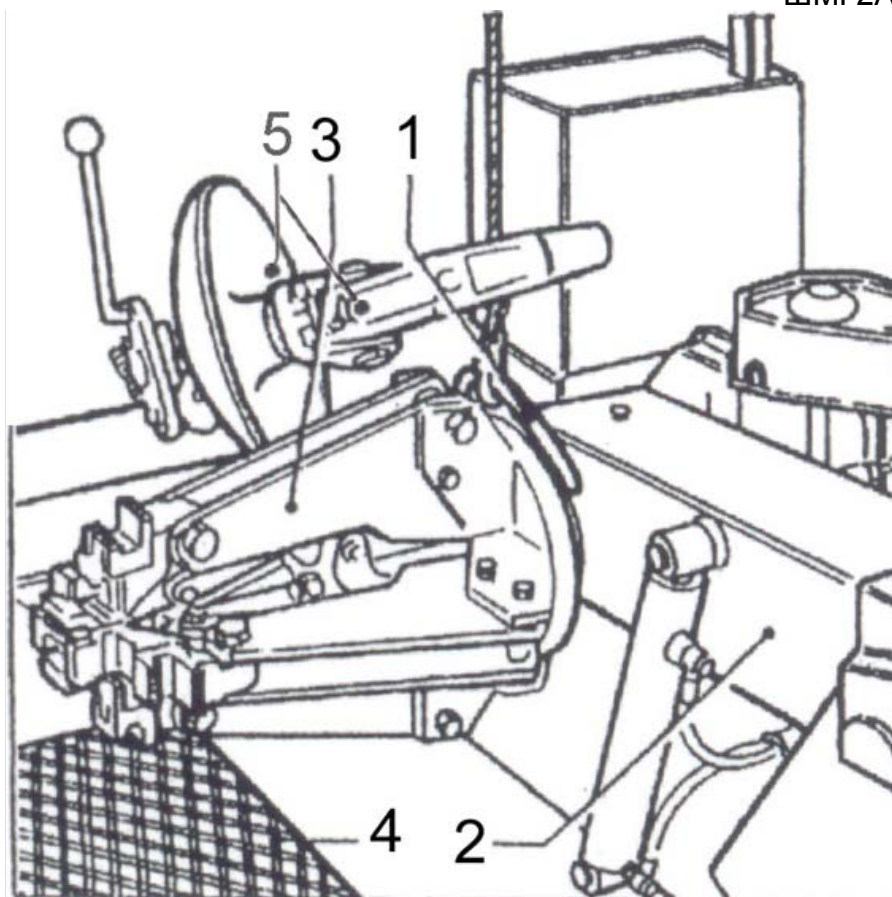

Рисунок 32
- 3) Смазать все детали станка (рисунок 32), которые в случае высыхания могут быть повреждены: